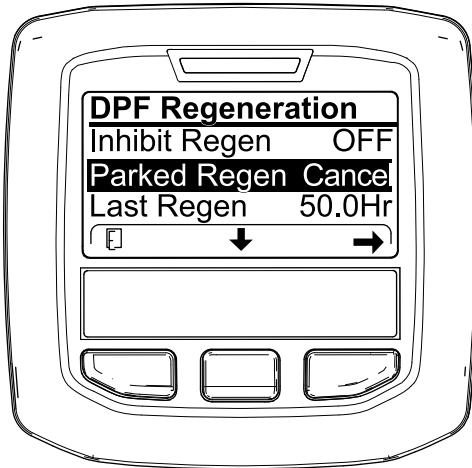
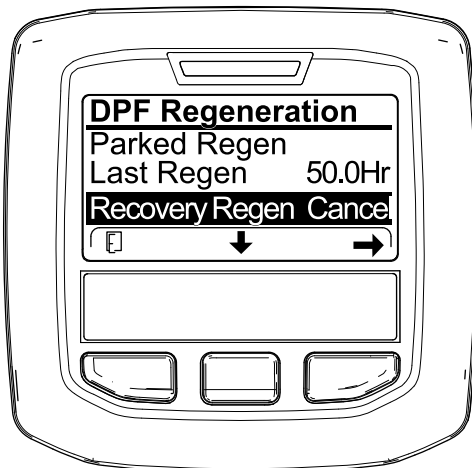

Figura 65
Figura 66
1. Acesse ao menu Regeneração do filtro de partículas de gásóleo (Figura 65).
2. Prima o botão central para ir até à opção CANCELAR REGENERAÇÃO EM ESTACIONAMENTO (Figura 65) ou CANCELAR REGENERAÇÃO DE RECUPERAÇÃO (Figura 66).
3. Pressione o botão direito para selecionar a entrada Cancelar regeneração (Figura 65 ou Figura 66).